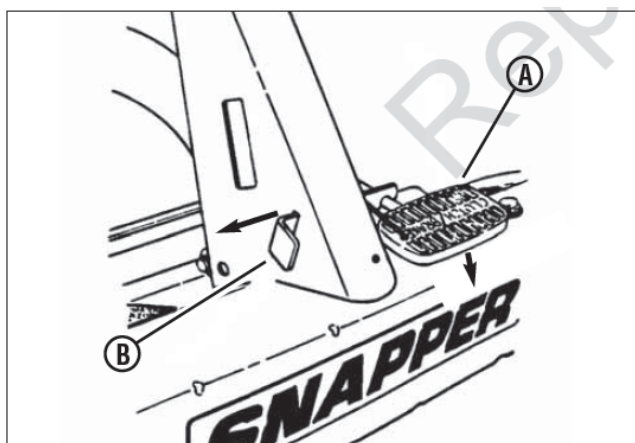

Рис. 17. Отключение стояночного тормоза
2. Отключить стояночный тормоз можно, нажав педаль сцепления / тормоза (А, рис. 17) до упора. Фиксатор стояночного тормоза подпружинен и сам отойдет назад в отключенное положение.